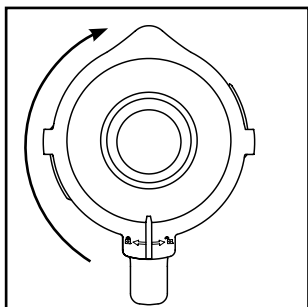

Abb. 2
- 4) Drücken Sie den Deckel **2** versetzt wieder fest auf den Mixaufsatz **3** auf. Schließen Sie den Deckel **2**, indem Sie ihn im Uhrzeigersinn in die Position **1** drehen, bis er hörbar einrastet (siehe Abb. 2). Achten Sie darauf, dass die Ausgießnase am Mixaufsatz **3** verschlossen ist. Nur wenn der Deckel **2** bündig aufgesetzt ist, kann der Motor starten.